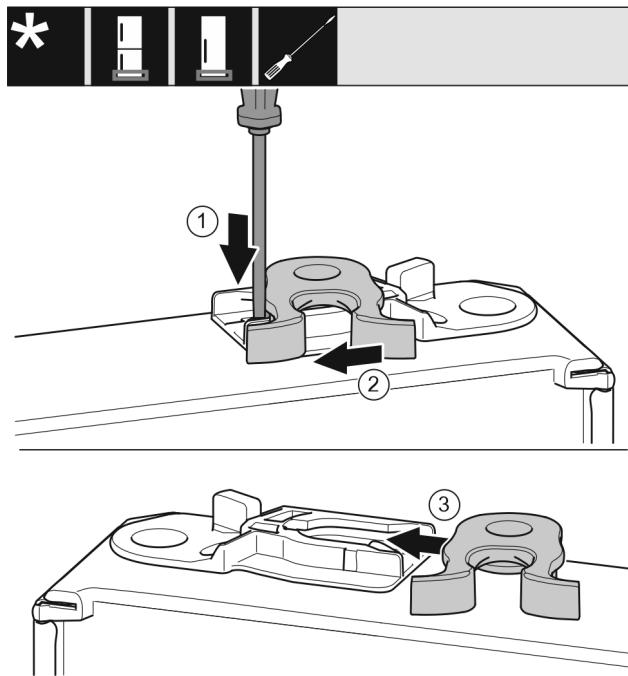

Fig. 15
- ▶ 用带槽螺丝刀向下按住接片。Fig. 15 (1)
- ▶ 将锁钩从导向装置拉出。Fig. 15 (2)
- ▶ 将另一侧的锁钩推入导向装置。Fig. 15 (3)